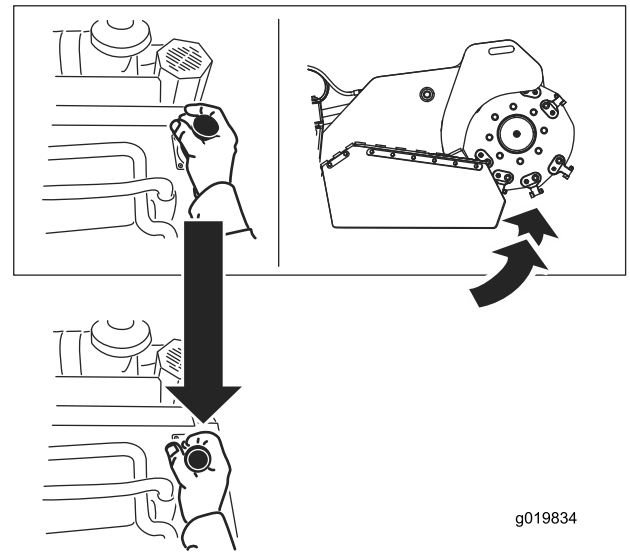

図 14
- グラインダを上昇させるには、レバーを手前に引きます 図 14。